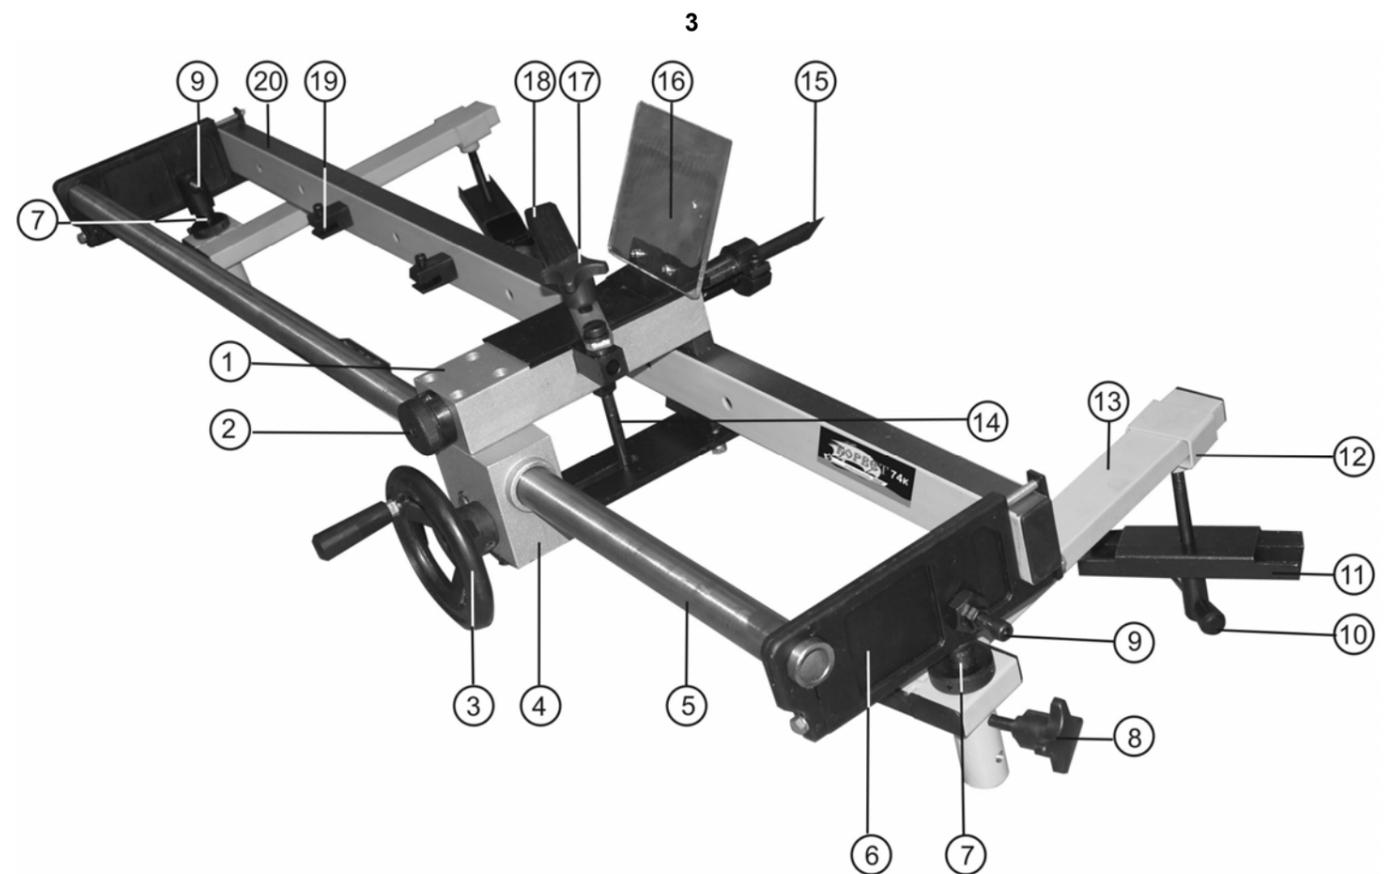

Рис.2
5.1. Элементы приспособления показаны на Рис.2.
6. СБОРКА (Рис.2)
- 6.1.7. Установите защитный экран (16) с помощью двух винтов с пружинными шайбами на каретку (1) приспособления.
7. РЕГУЛИРОВКА (Рис.2)